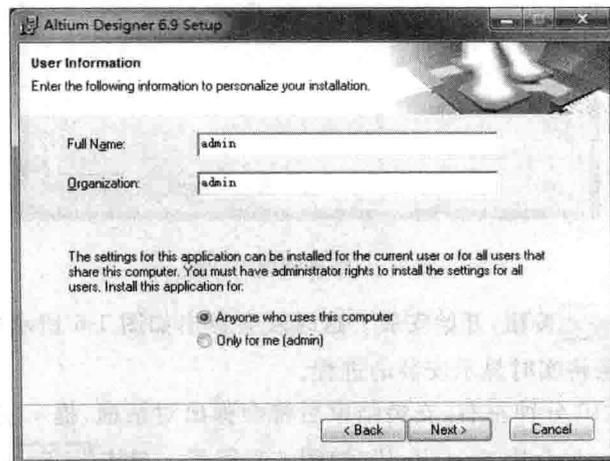

图 1-3 注册协议许可对话框
(3) 在弹出的用户信息对话框中, 用户可根据自身情况, 在用户信息登记对话框的【Full Name】文本中输入用户名, 在【Organization】文本框中输入单位名称, 如图 1-3 所示。除此之外, 在该对话框中用户还可以设定该软件的使用权限: 【Anyone who use this computer】和【Only for me】。